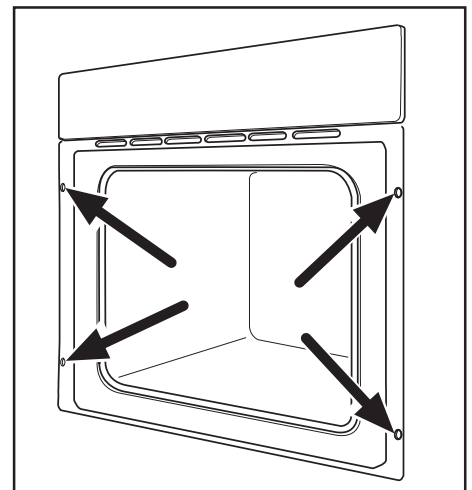

Рис. 15
3. Прикрепите духовой шкаф к кухонной мебели с помощью четырех шурупов, пропустив их через отверстия в его раме (Рис. 15).